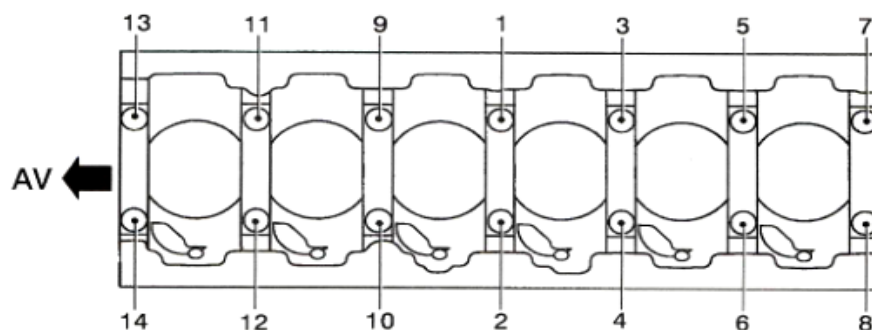

图 2 主轴承盖螺栓拧紧顺序
- 8.3.3 在曲轴主轴径和连杆轴径涂机油后小心地吊装在缸体主轴承座上, 装配过程中注意曲轴方向, 见图 2, 禁止碰伤上主轴瓦和曲轴主轴颈。
- 8.4.3 安装螺栓并拧紧, 螺栓的拧紧顺序见图 2 (AV 表示发动机前端):